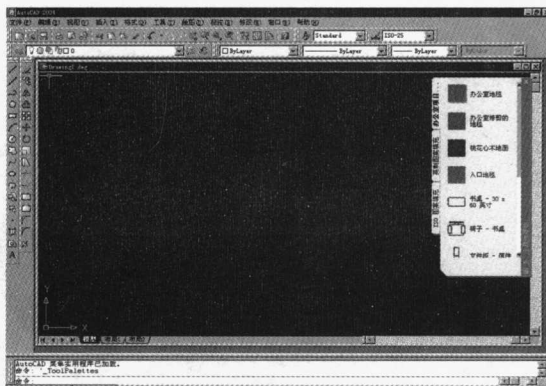

图 1-1 AutoCAD 2004 界面
(1) 启动程序：在桌面上双击 AutoCAD 2004 应用程序图标  或选择“开始”→“程序”→AutoCAD 2004→ AutoCAD 2004 命令，打开 AutoCAD 2004 应用程序窗口，如图 1-1 所示。